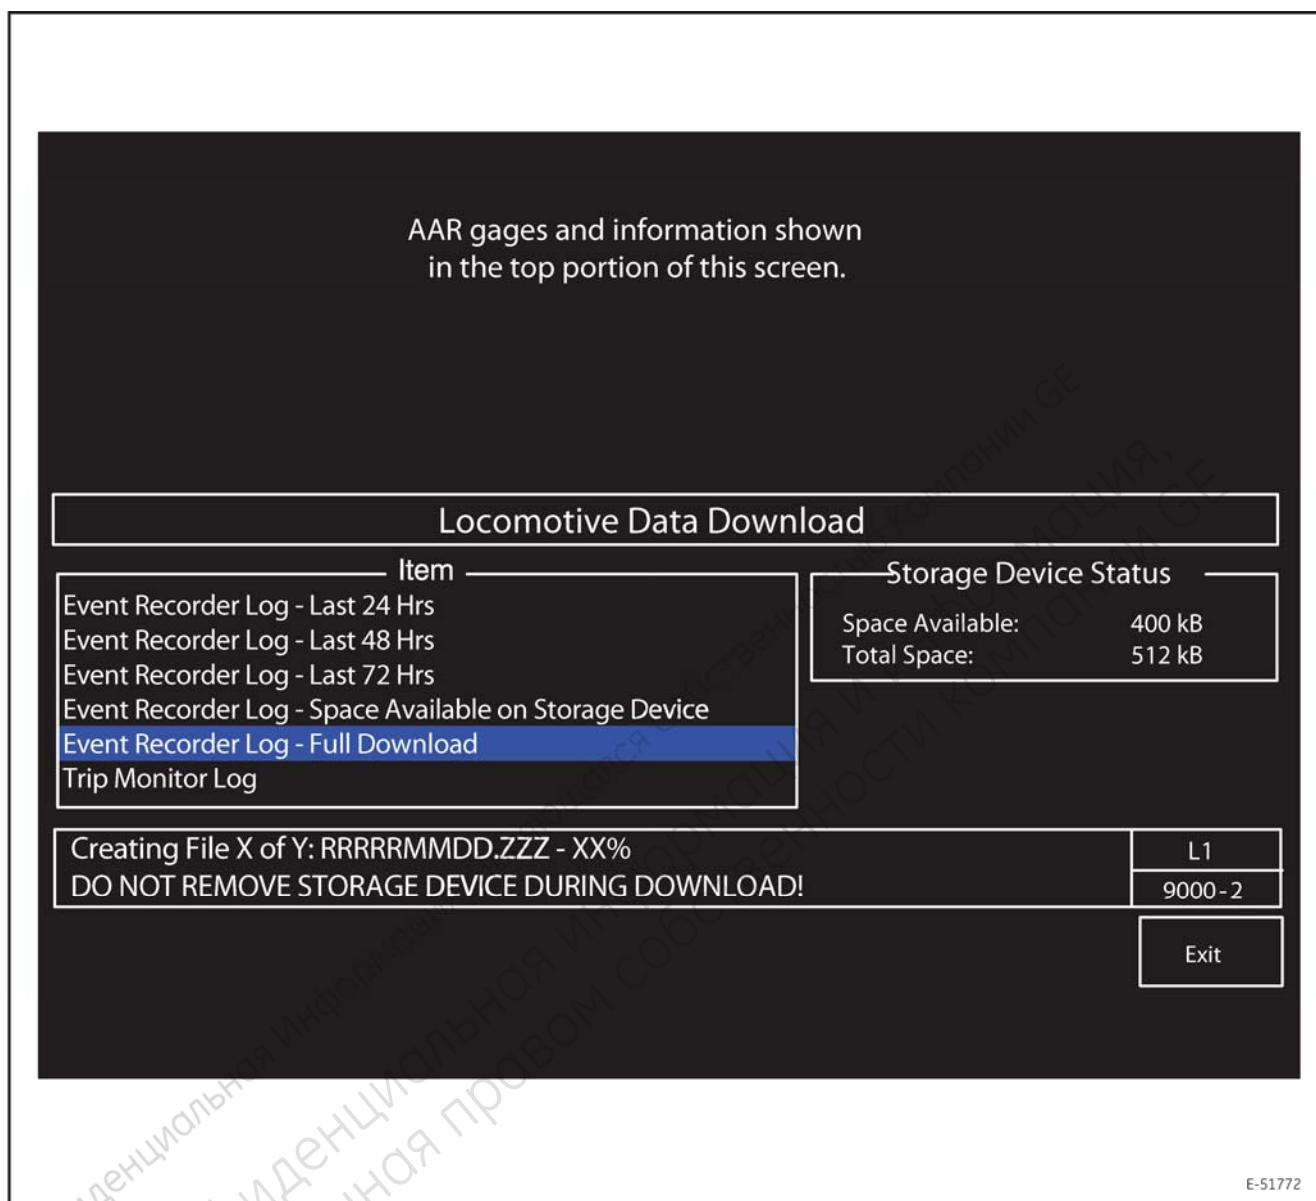
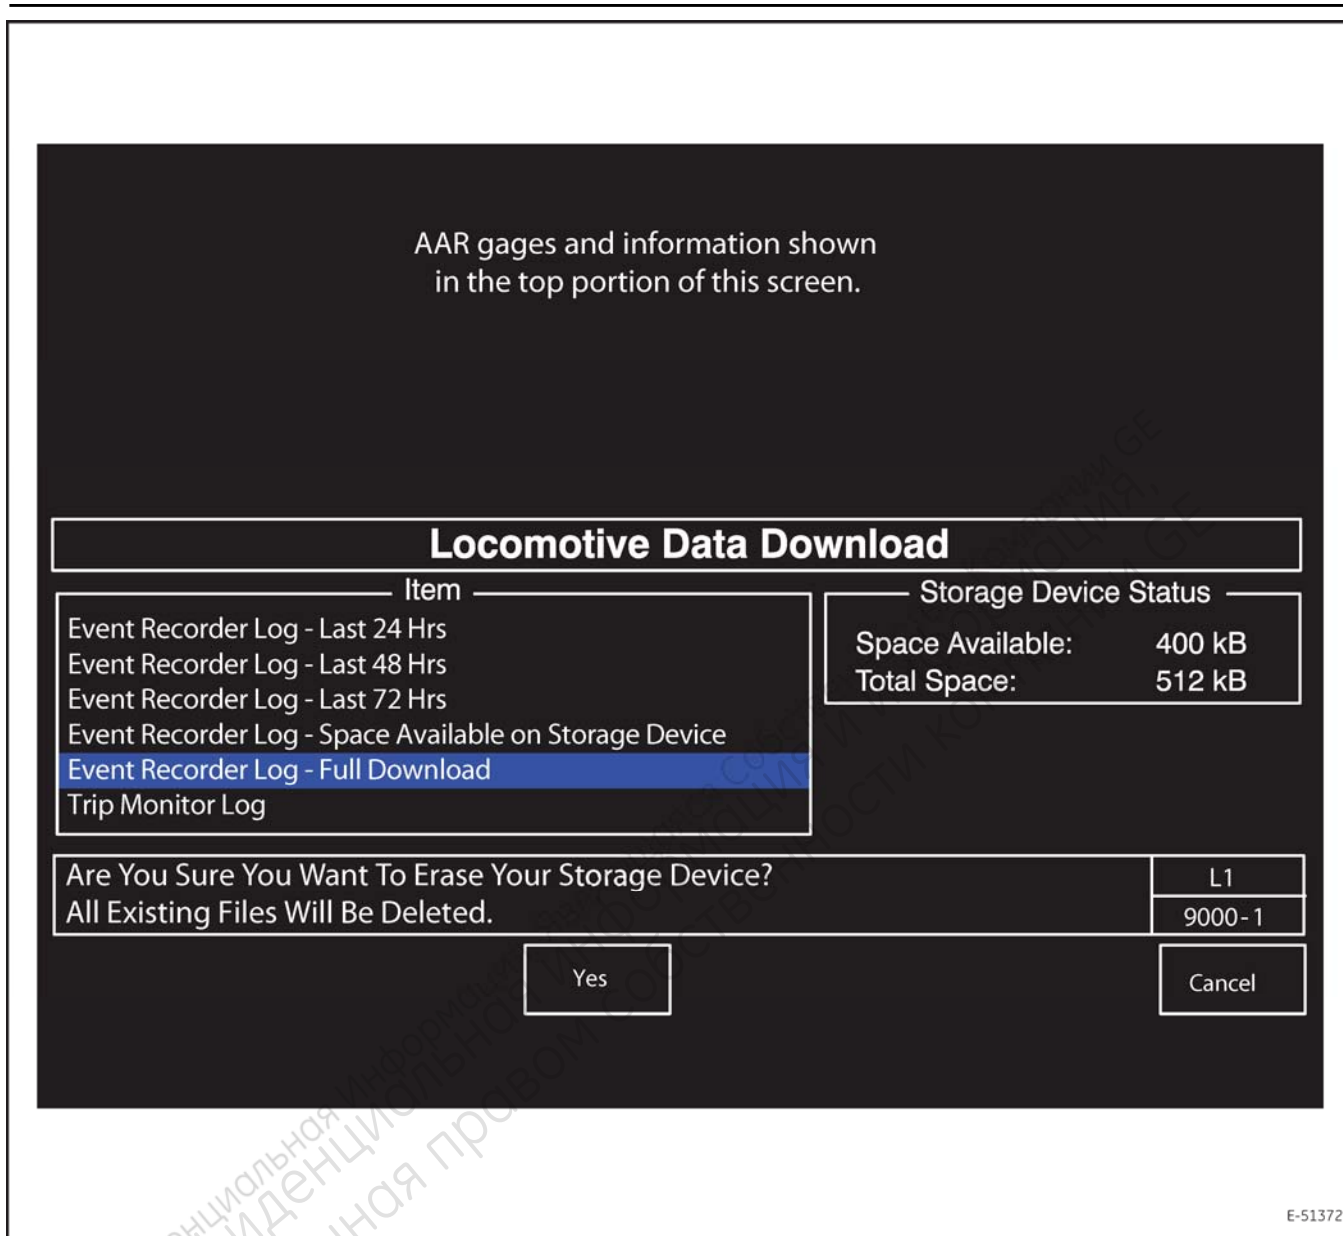

Рисунок 2. Экран загрузки данных локомотива (9000-0).
Рисунок 5. Загрузка данных локомотива — экран подтверждения(9000-1).
3. Для очистки данных накопителя нажмите кнопку F4 (**Erase Device**) (**Очистить устройство**) в окне выгрузки данных локомотива (9000-0, Рис. 2). Появится окно Загрузка данных — подтверждение (9000-1, Рис. 5) с сообщением Are You Sure You Want To Erase Your Storage Device? All Existing Files Will Be Deleted (Вы уверены, что хотите стереть ваше накопительное устройство? Все имеющиеся в нем файлы будут удалены).